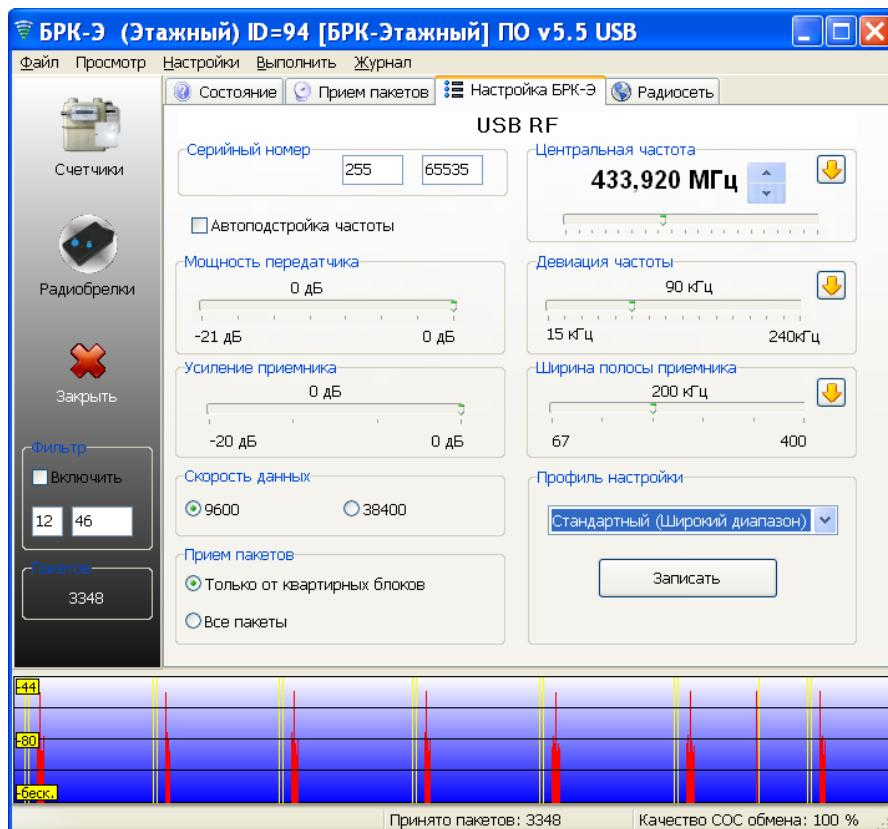

Рисунок 10 - Настройка радиоинтерфейса USB-433
9) Параметры радиоканала радиомодуля USB-433 можно настроить на вкладке «Настройка BRK-Э» (рисунок 10).